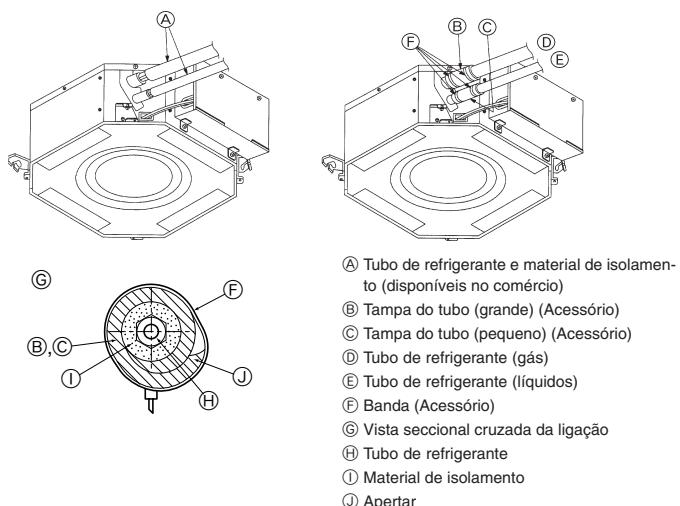

Fig. 3-3
⑨ Aplique óleo de máquina refrigerante em toda a superfície de encaixe de afunilamento.
3.3. Unidade interior (Fig. 3-3)